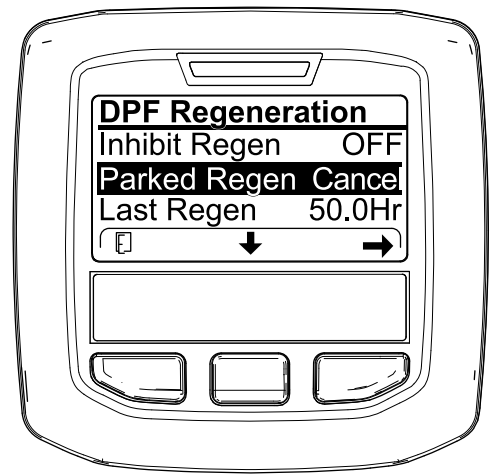
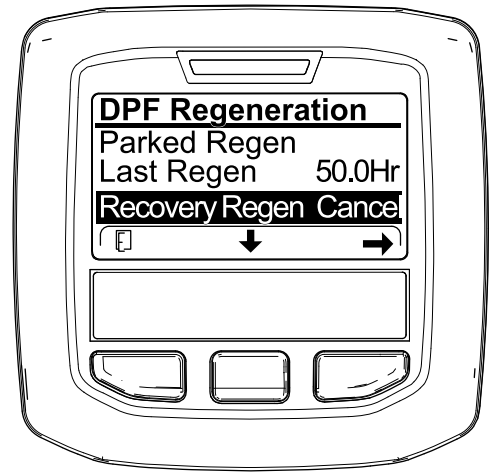

Figure 67
Figure 68
- Appuyez sur le bouton central pour naviguer jusqu'à l'option PARKED REGEN CANCEL (Figure 67) ou RECOVERY REGEN CANCEL (Figure 68).
- Appuyez sur le bouton droit pour sélectionner l'option Regen Cancel (annulation de régénération) (Figure 67 ou Figure 68).
- Ouvrez le menu DPF Regeneration (régénération du FAP) (Figure 67).